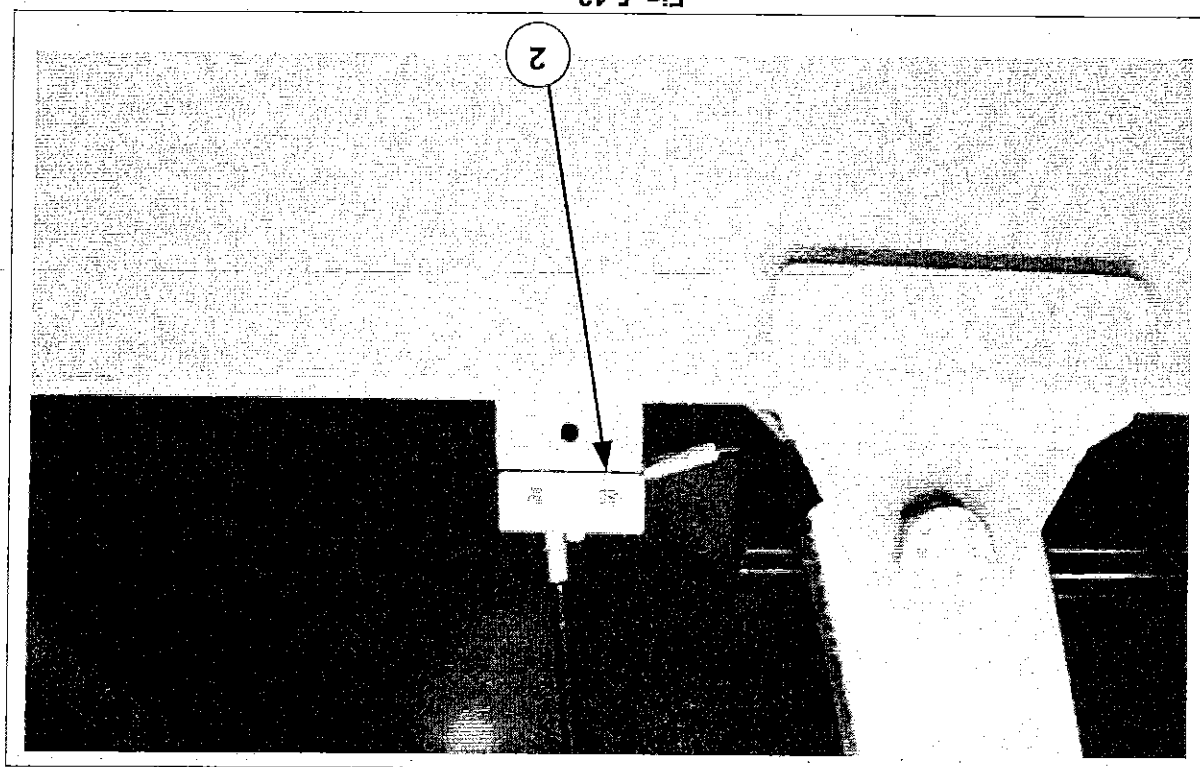

Fig. 5-12
- 2) Scollegare i tubi degli ingrassatori part. 2 di fig. 5-12.